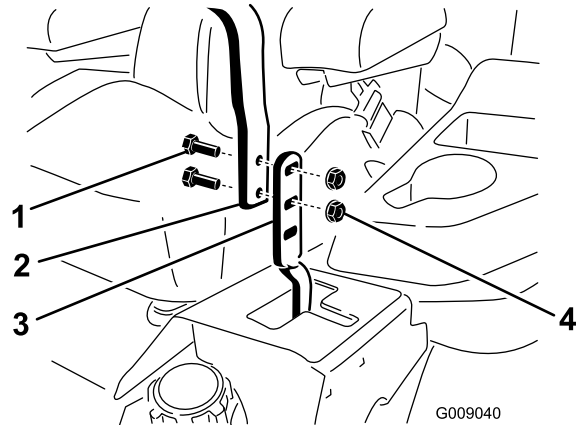

Figura 90
3. Afloje los pernos y las tuercas con arandela prensada de las palancas (Figura 90).